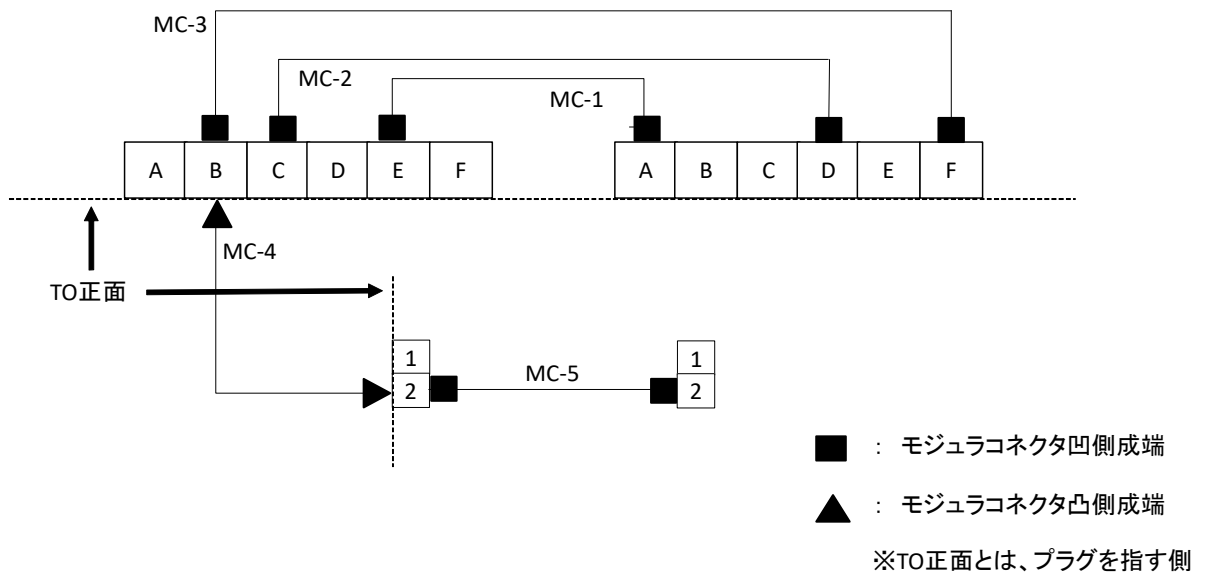

図 4 配線図
- ・ 各 TO の配置・配線は図 3、図 4 に従って行う。
- ・ 図 3、図 4 に従い、モジュラコネクタを配置するとともに、空きポートにブランケットチップを取り付けて、TO1 及び TO2 (No.14～17) を組み立てる。